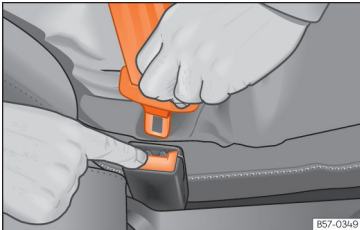

Abb. 22 Schlosszunge vom Gurtschloss lösen.
- Rote Taste im Gurtschloss drücken >>> (Abb. 22). Die Schlosszunge springt heraus.